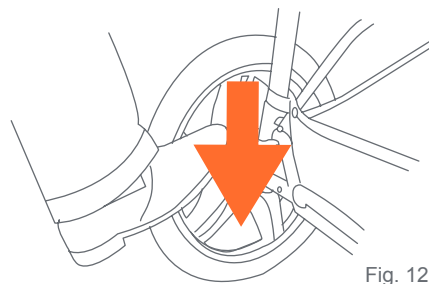

Fig. 12
12) • Pour serrer les freins, appliquez une pression vers le bas sur les leviers de frein situés sur l'essieu arrière. Il peut être nécessaire de bouger la poussette vers l'avant ou l'arrière afin de serrer le frein (Fig. 12).